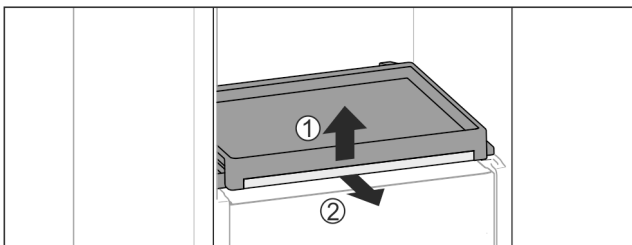

Fig. 77
- ▶ Sortir la bordure télescopique avec la tablette : Soulever légèrement la tablette par l'avant Fig. 77 (1) et la sortir vers l'avant Fig. 77 (2).